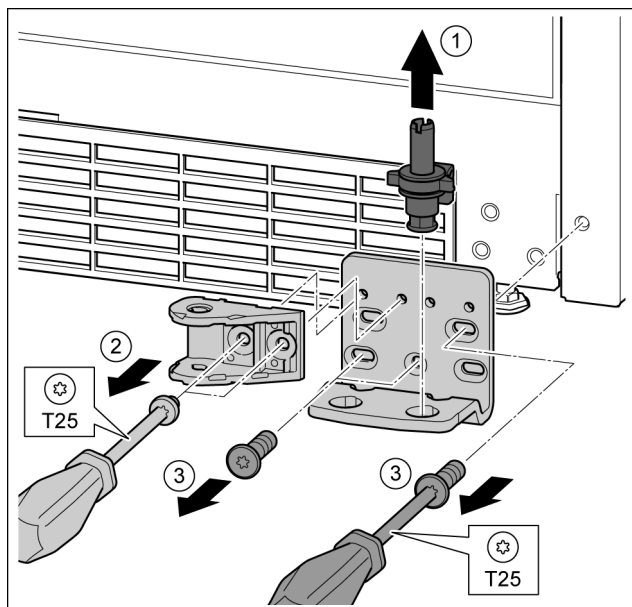

Fig. 30
- ▶ Lagerbouten compleet vanaf de bovenkant eruit trekken. Fig. 30 (1)
- ▶ Schroeven met schroevendraaier T25 eruit draaien en de sluitdemperverbinding eraf halen. Fig. 30 (2)
- ▶ Schroeven met schroevendraaier T25 eruit draaien en lagerbus eraf halen. Fig. 30 (3)